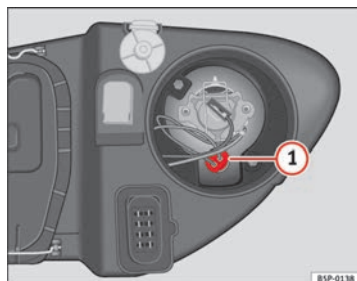

Fig. 192 Feux de position
- Retirez la douille d'ampoule ⇒ fig. 192 **1** vers l'extérieur.